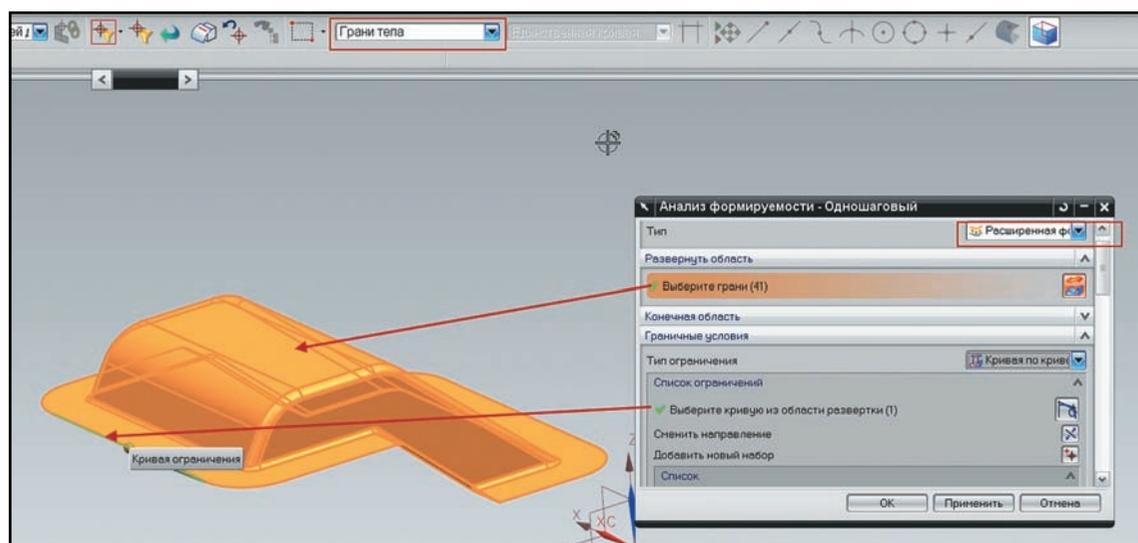

Рисунок 5.34. Выбор граней для анализа
- В блоке диалога задания граничных условий (**Boundary Conditions**) выберите тип ограничения **Кривая по кривой (Curve along curves)** и укажите прямую кромку срединной поверхности. Эта кривая будет сохранять позицию при построении развернутой формы (рис. 5.34).